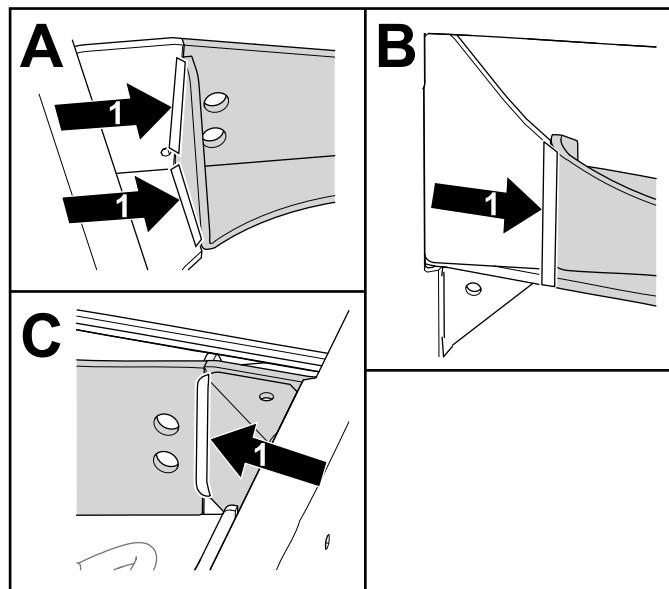

図 15
1. 後アクスルサポートを図 15 に示すエリアに溶接する。機体の反対側でも同じ作業を行う。